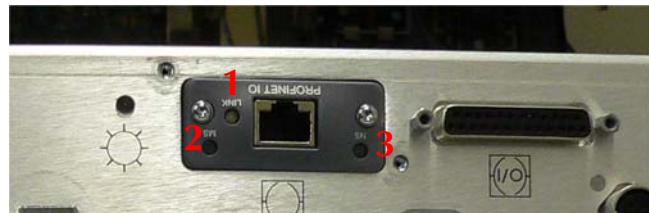

图 B-40 Profinet 和 I/O 接头
5. 卸下 (图 B-40) :
- 两 (2) 颗固定 ProfiNet 接头的十字螺丝。
8. 重新安装 (图 B-40) :